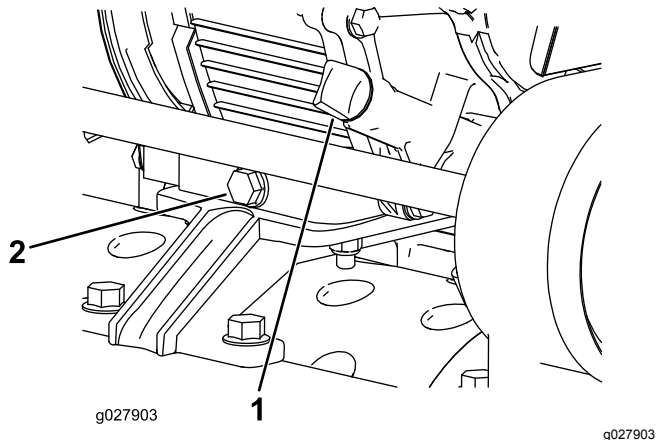

Figura 29
1. Estacione a máquina numa superfície nivelada e limpe a área em redor do medidor de nível de óleo (Figura 29).
2. Coloque um recipiente de drenagem na traseira da máquina, debaixo do tampão de escoamento (Figura 29). Solte o tampão de escoamento.